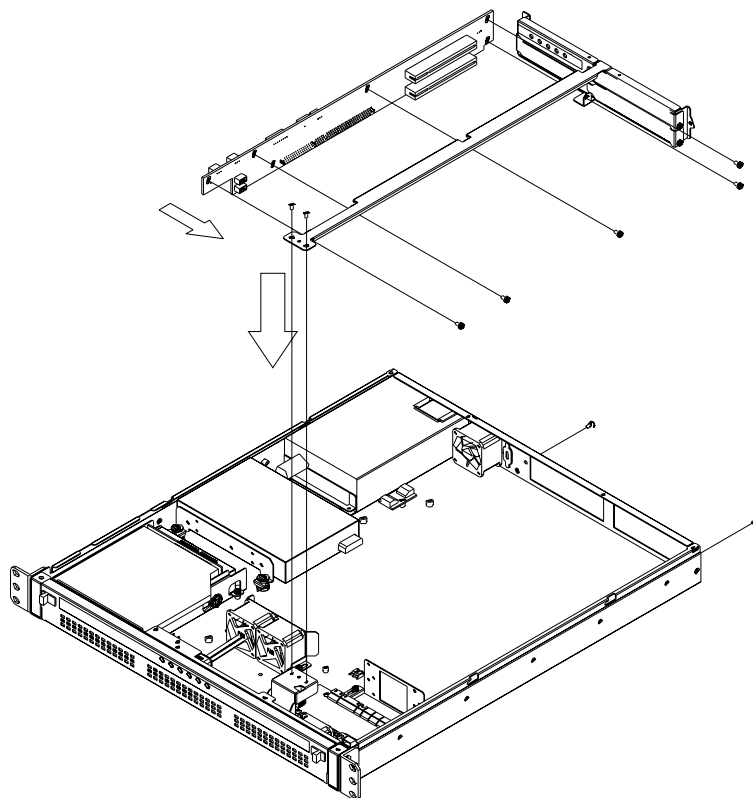

图 2.2：安装无源底板
1. 移除无源底板托架（T 型），然后用螺丝将无源底板固定在托架上（如图 2.2 所示）。